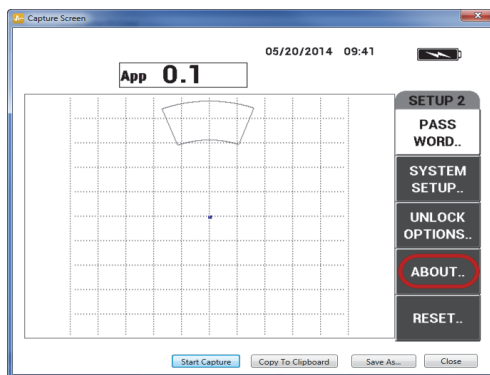

Рис. 6-3 Меню ИНФО
2. Нажмите клавишу D для выбора меню **ИНФО** (см. Рис. 6-3 на стр. 126).